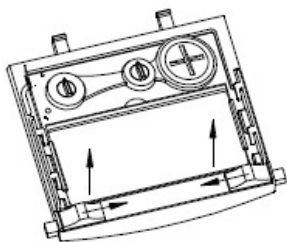
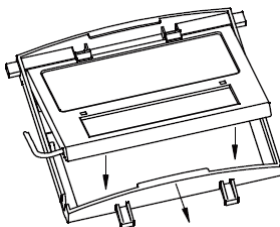

Figura 1
Figura 2
Desmonte el portacartucho de acuerdo a lo indicado en la figura 1. Desmonte el lente protector delantero de la pantalla. Desmonte cuidadosamente la junta del lente protector. Instale un lente protector nuevo en la junta y móntelo en la carcasa de la pantalla. Verifique que el armado del lente protector y la junta en la carcasa de la pantalla se realice de la misma manera en la que fue desmontado.
Desmonte el portacartucho de acuerdo a lo indicado en la figura 1. Desmonte el cartucho del filtro ADF del portacartucho. Coloque una uña en el resalte sobre la ventana del cartucho y flexione el lente hacia arriba hasta liberar los bordes de la ventana del cartucho.
**Reemplazo del cartucho del filtro:** desmonte el portacartucho de la carcasa de la pantalla (consulte la figura 1). Flexione el extremo superior del portacartucho para desmontar el cartucho ADF del marco. Instale un cartucho ADF nuevo en el marco de acuerdo a lo indicado en la figura 2 inferior. Verifique que el cartucho ADF encastre correctamente en el portacartucho como se indica. Instale el portacartucho ADF en la carcasa de la pantalla.